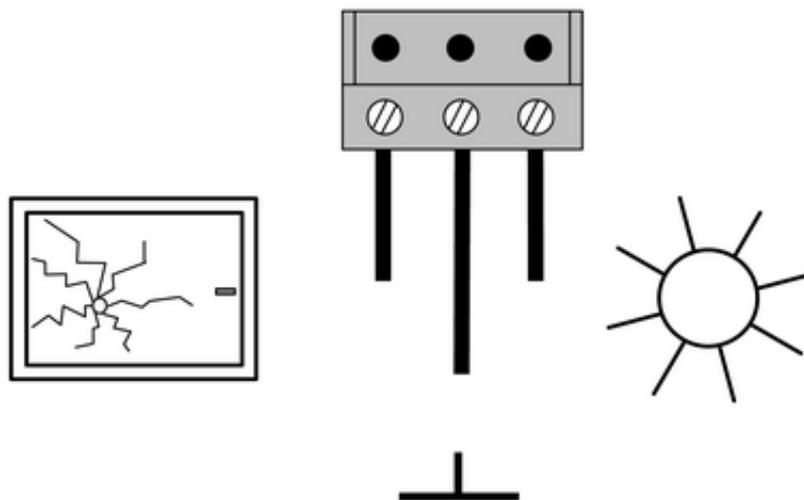

Figura 3: Collegamento al blocco morsetti
- Collegare i sensori secondo lo schema di collegamento (figura 3). A sinistra e al centro viene collegato il sensore vetro rotto e a destra e al centro il sensore sole. Nei sensori è contrassegnata la "massa". Nell'adattatore e nella prolunga è contrassegnato il "sole". La "massa" è il cavo centrale.